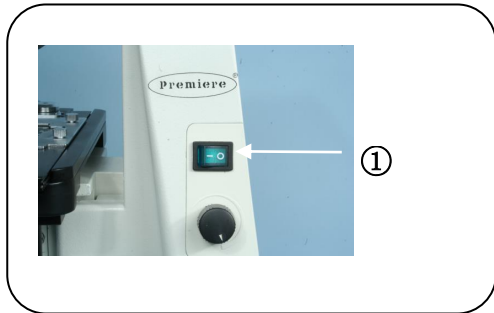
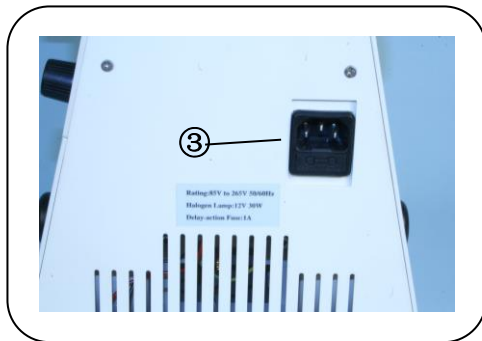
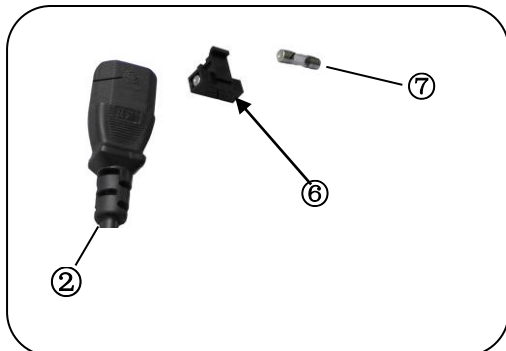

Fig. 13.
Fig. 14.
Fig. 15.
1. Replace the fuse (Fig. 13, Fig. 14 & Fig. 15)